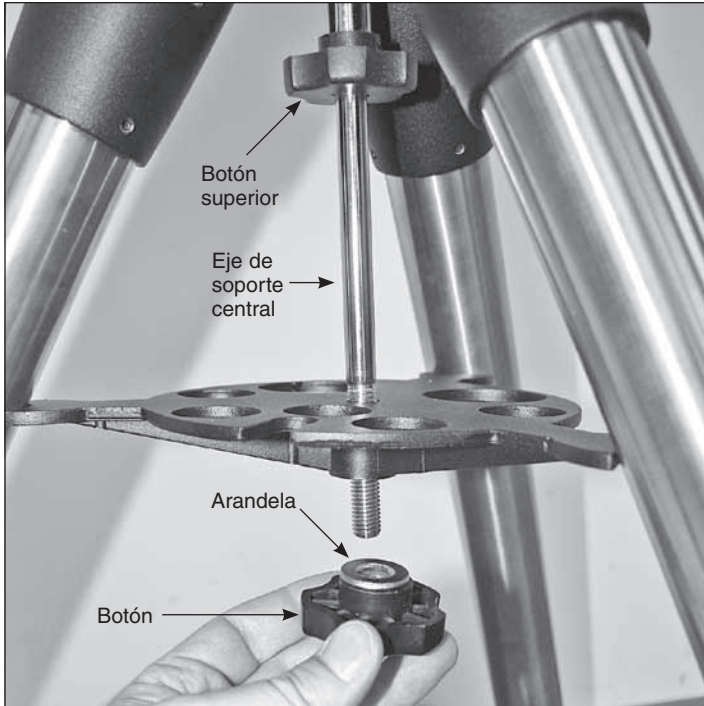

Figura 4. Instalación del difusor en las patas del trípode, que funciona como una bandeja para accesorios/oculares.
1. Retire el botón y la arandela de la parte inferior del eje de soporte central. Deslice la bandeja de soporte del trípode hasta el fondo del eje hasta que los tres brazos de la bandeja toquen las patas del trípode. El lado plano de la bandeja de soporte debe quedar hacia arriba. Asegúrese de que la "V" de cada brazo de la bandeja se apoya contra una pata del trípode. Coloque la arandela en el eje de soporte central contra la bandeja y sígala enroscando el botón hasta el final del eje de soporte central hasta que quede bien apretada contra la bandeja (**figura 4**). La bandeja de soporte del trípode proporciona estabilidad adicional al trípode y tiene capacidad para hasta cinco oculares de 3,18 cm y dos oculares de 5,08 cm.